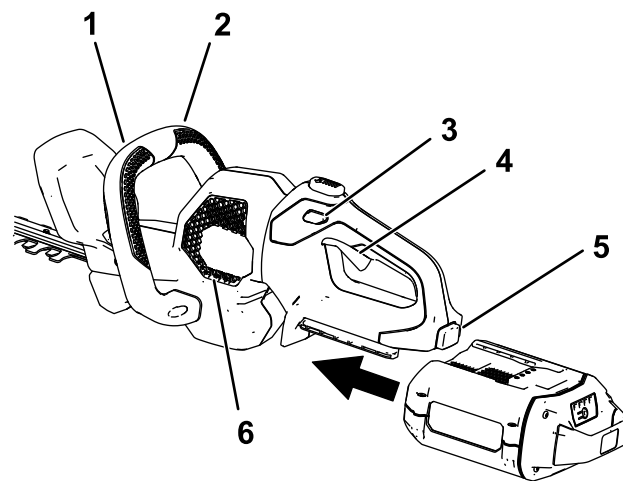

Figura 6
3. Alinee el hueco de la batería con la lengüeta del alojamiento de la empuñadura, sujete la empuñadura, e introduzca la batería en la empuñadura hasta que el cierre encaje en su sitio (Figura 6).
- Coloque una mano en la empuñadura con gatillo. Coloque la otra mano en la empuñadura auxiliar (Figura 6).
- Presione el interruptor de bloqueo y apriete el interruptor del gatillo mientras activa el interruptor de la empuñadura auxiliar para encender el cortasetos (Figura 6).
El cortasetos seguirá encendido mientras se aprieten el interruptor de la empuñadura auxiliar y el gatillo. Puede soltar el interruptor de interruptor de bloqueo una vez que el cortasetos esté funcionando (Figura 6).
Para apagar el cortasetos, suelte el gatillo, el interruptor de la empuñadura auxiliar, o ambos (Figura 6). Espere al menos 5 segundos para que la cuchilla se detenga.